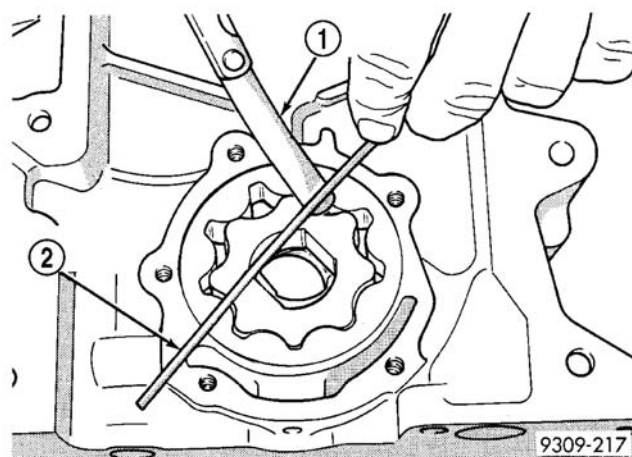

图 117 测量转子上方的间隙
- （7）在链条箱外盖两个螺栓孔之间的面横放一支直尺。在转子与直尺之间若厚薄规为 0.10mm (0.004in.) 或更大的仍可插入时，则更换泵组合（图 117）。只有转子在规格内。